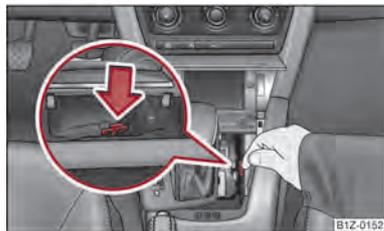

Fig. 109 Caixa de velocidades automática
- Com o dedo, pressione a peça amarela plástica no sentido da seta → Fig. 109.